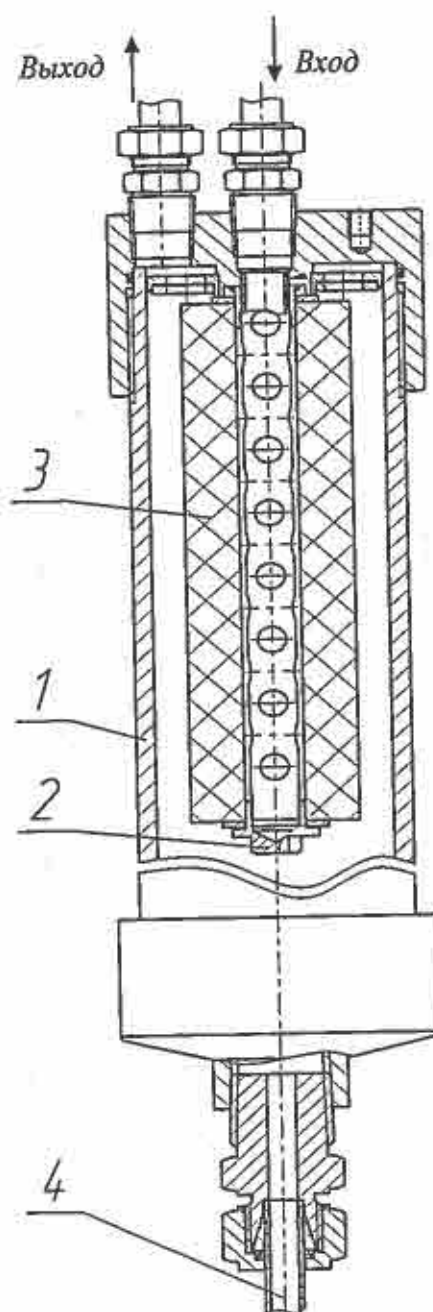

Рисунок 3 – Фильтр-влагоотделитель
8.9.2 Замена фильтроэлемента выполняется в следующей последовательности (см. рис. 3):